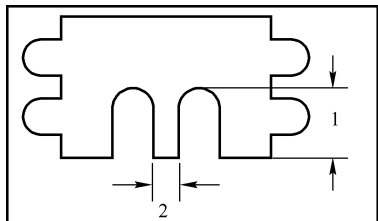

图 4-34 槽凸耳设计规则图解示例
- 槽凸耳的最小宽度：规则为 MIN_SLOT_TAB_WIDTH，用于检查槽的最小宽度，其默认值为 T。图例如图 4-34 所示，图中的“1”表示槽高，“2”表示槽宽 (T)。